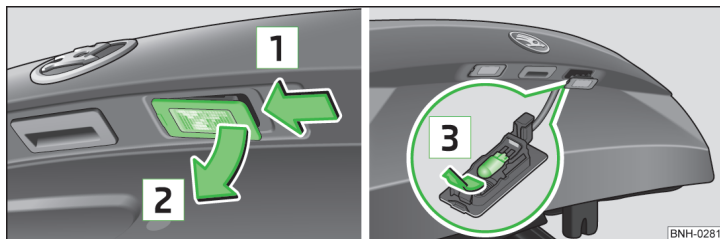

Abb. 155 Kennzeichenleuchte ausbauen / Glühlampe wechseln
- › Die Leuchte in Pfeilrichtung **1** » Abb. 155 eindrücken.